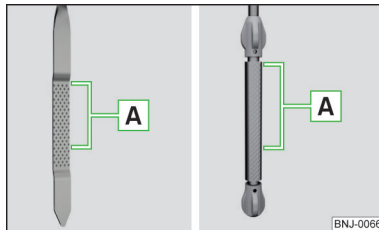

Fig. 168
Joja de ulei » fig. 168
- Nivelul de ulei nu are voie să fie în niciun caz sub sau deasupra domeniului **A** » fig. 168 - există pericol de deteriorare a motorului, precum și a instalației de evacuare a gazelor arse.